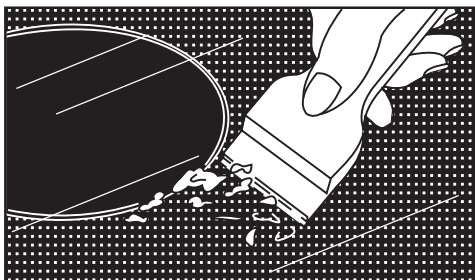

Рис. 18
- Если случайно изделие из алюминиевой фольги или пластмассы расплавится на поверхности стеклокерамического стола или к нему прикипит сахар – их следует немедленно удалить с помощью скребка, входящего в комплект плиты (рис.18).